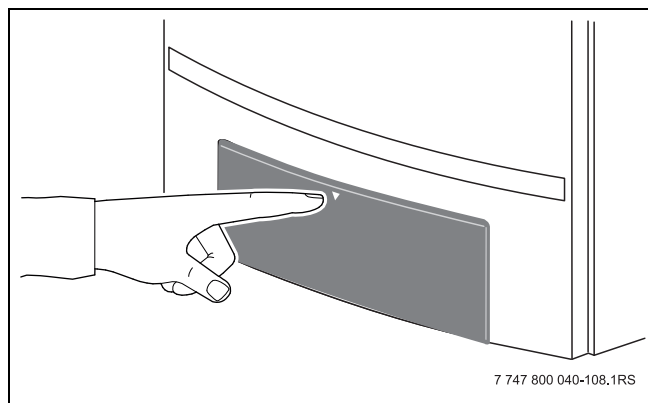

Bild 2 Klappe öffnen
► Klappe durch kurzes Andrücken öffnen (→ Bild 2).